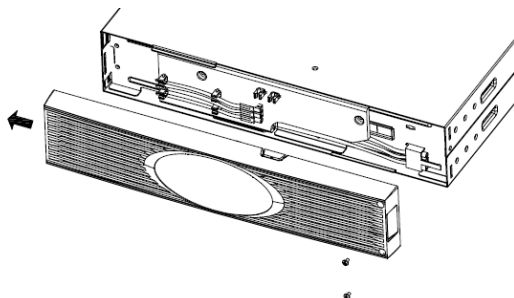

Figura 18: Rimozione del pannello frontale dal pacco batterie
1. Rimuovere il pannello frontale di ogni singolo pacco batterie (vedi Figura 18). Per rimuovere il pannello, allentare e rimuovere entrambe le viti sul lato destro del pannello. Afferrare il pannello da due lati, spingerlo verso sinistra e rimuoverlo dal cabinet.